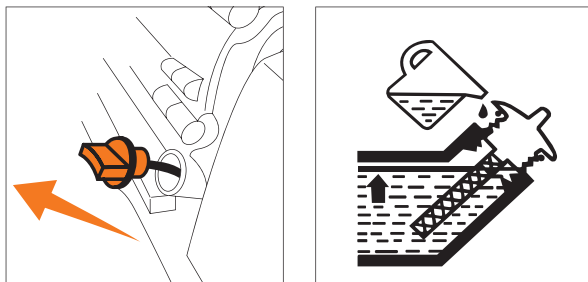

Рис. 18
- Закрутите сливную пробку и разместите снегоуборщик на горизонтальной твердой поверхности, залейте масло по нижний край заливной горловины (Рис. 18).